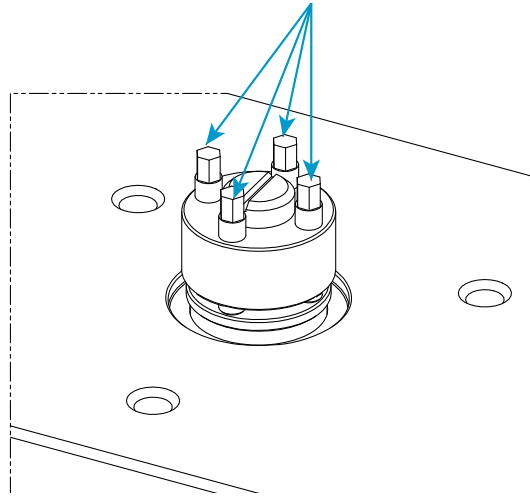

図 24. メカニカル テンショナー アセンブリ
11. メカニカル テンショナー キット に付属の対応する 5mm 六角ドライブソケット (67-4-29) と一緒にトルクレンチ (80-9-11) を使用して、以下の手順に従ってメカニカル テンショナー 上の 4 本の位置決めねじ (図 24 に示す) を 14 N-m (10.3 ft-lb) まで締めます。